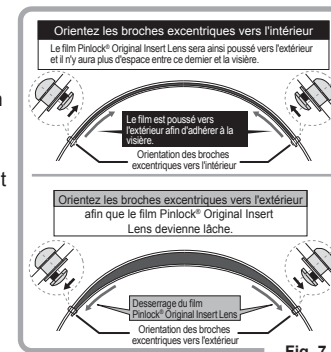

Fig. 7
2. Ajustez les broches excentriques en les faisant tourner à l'aide d'un outil approprié. (Fig. 7)